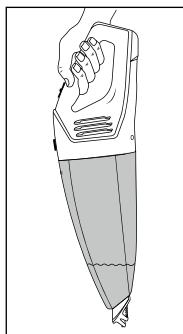

Fig. 3
- Se tiver aspirado líquidos, transporte o aparelho sempre com o bocal para líquidos ① virado para baixo (ver fig. 3):